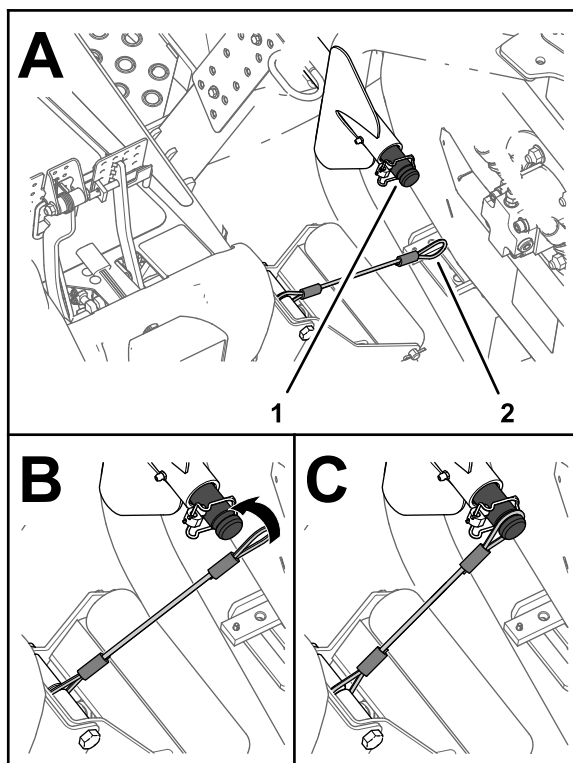

Figura 28
5. Alinee el cordón con el eje portador del brazo de elevación de la unidad de corte delantera exterior (Figura 28).
6. Coloque el bucle del cordón sobre el eje portador hasta que el cordón quede correctamente asentado en la ranura del eje (Figura 28).